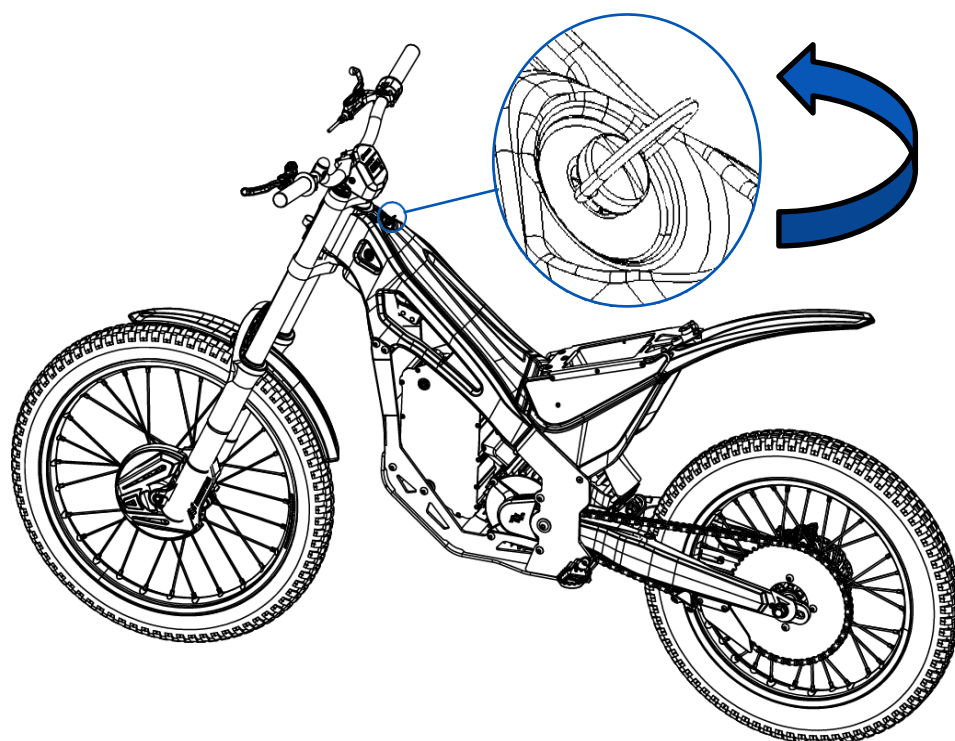

Fig. 40
3- A continuación, debe girar el tornillo rápido situado en la parte superior (Fig. 40) media vuelta hacia la izquierda. Debe extraerlo sin llegar a sacarlo de la carcasa superior, para poder extraer dicho componente del bastidor.
- 3- A continuación, debe girar el tornillo rápido situado en la parte superior (Fig. 40). Debe extraerlo sin llegar a sacarlo de la carcasa superior, para poder sustraer dicho componente del bastidor.